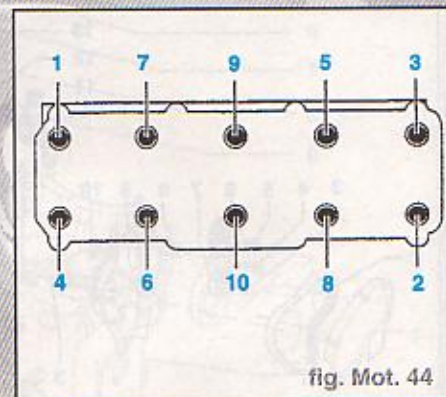

fig. Mot. 44
- Desserrer les boulons de culasse dans l'ordre **1 à 10** (fig. mot. 44).